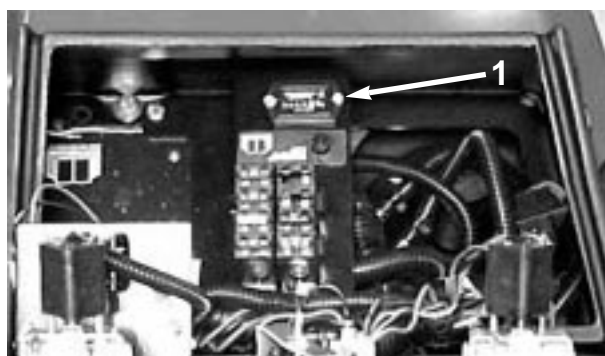

図 31
緑の診断用ランプ（図31）は、電子コントローラが正常に機能しているかどうかを知らせてくれます。このランプはコントロールパネルの下、ヒューズボックスの隣にあり、キー・スイッチがON位置にあると点灯し、電気系に異常を発見すると点滅します。キーをOFFに戻すとランプは消え、診断回路は自動的にリセットします。
3. ハーネス・コネクタ (図31) にACEディスプレイを接続する。ACEディスプレイ表面にのせるオーバーレイの種類を間違えないように注意する。